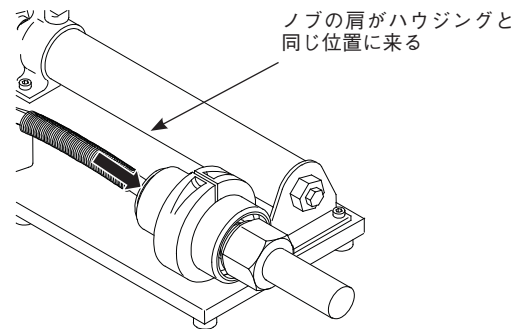

図4：インジケーター・ノブの位置
5. インジケーター・ノブを押し込むと、「カチッ」という音がします。インジケーター・ノブがハイドロリック・ハウジングに押し込まれることによって、ノブの肩がハイドロリック・ハウジングの端と同じ位置に来ることになります（図4参照）。